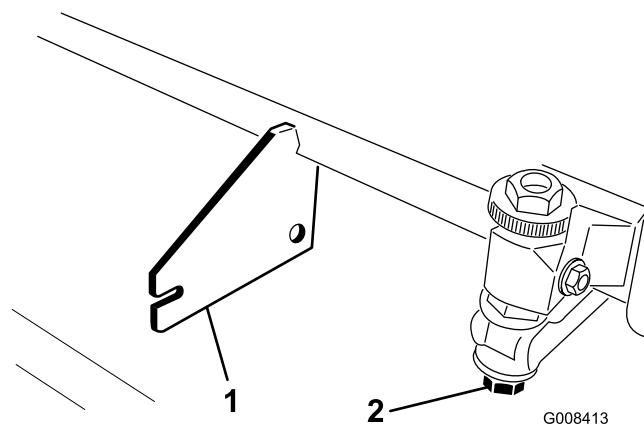

Figura 11
**Importante:** Quando occorre inclinare l'elemento di taglio per accedere alla controlama o al cilindro, sostenete la parte posteriore dell'elemento in modo tale che i dadi sul retro delle viti di regolazione della barra di appoggio non poggino sul piano di lavoro (Figura 11).